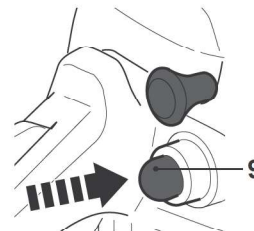

Fig. 26
- > Prima 6 vezes a bomba de combustível (9) até que a bolha fique cheia de combustível (Fig. 26).